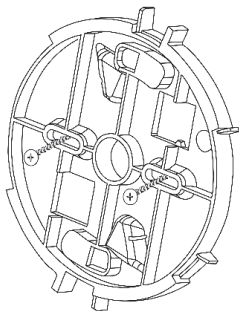

Figuur 1
2. Draai en verwijder de plastic montagebeugel van de sirene (zie *Figuur 1*).
1. Verwijder de sirene van de plastic montagebeugel (zie Figuur 1).